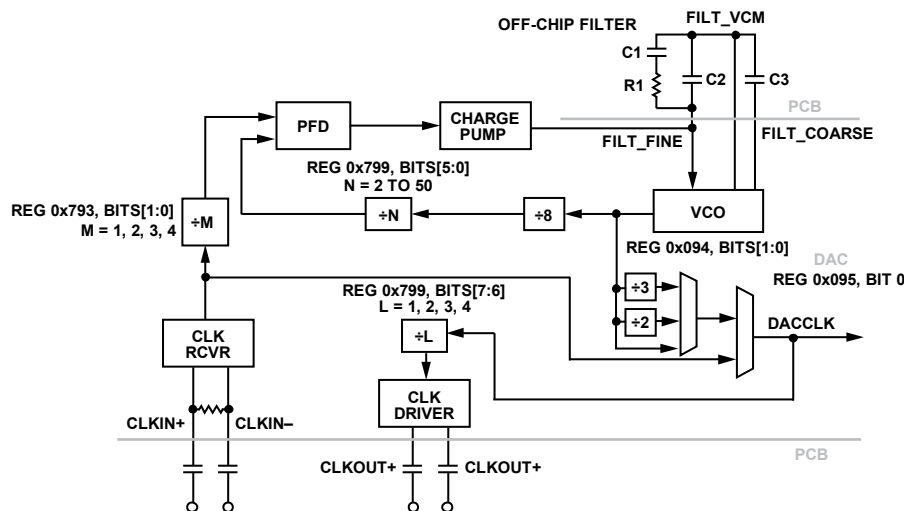

図 90. DAC PLL とクロック・パスのブロック図
AD9176は、CLKIN±ピンに加えられた25MHz～3080MHzの範囲の外部リファレンス周波数 (f_{REF}) からDACクロック (f_{DAC}) を生成できる、インテジャークロック/VCO ブロックを内蔵しています (図 90 を参照)。オンチップ PLL を使用する場合は、レジスタ 0x793 のビット [1:0] を介して前置分周器を選択し、リファレンス周波数を内部で分周し、位相周波数検出器 (PFD) 回路ブロック入力 の 25MHz～770MHz の範囲内に入るようにします。レジスタ 0x095 のビット 0 を 0 に設定することにより、DAC PLL シンセサイザをイネーブルします。
チャージ・ポンプ (CP) 出力から必要な VCO 制御電圧を生成するために、AD9176 の DAC PLL には外付けループ・フィルタが必要です。推奨するフィルタは、図 90 に示すフィルタと同様なトポロジのパッシブ・ローパス・フィルタです。一般に、最初に周波数がロックされた後、ループが安定した状態で周波数が変化している間は、フィルタの通過帯域幅 (帯域幅) とループ応答時間がトレードオフの関係になります。ほとんどのアプリケーションで最適な性能が得られる適切なフィルタのレイアウトと部品選択については、AD9176-FMC-EBZ 評価用ボードの技術文書を参照してください。しかしながら、フィルタは、PFD 周波数、リファレンス・クロックの位相ノイズ、DAC 出力の位相ノイズなどの条件に従って、個別のアプリケーションに合うようにカスタマイズすることができます。例えば、PLL を使用している場合に DACCLK ジッタを低減させるために、PFD